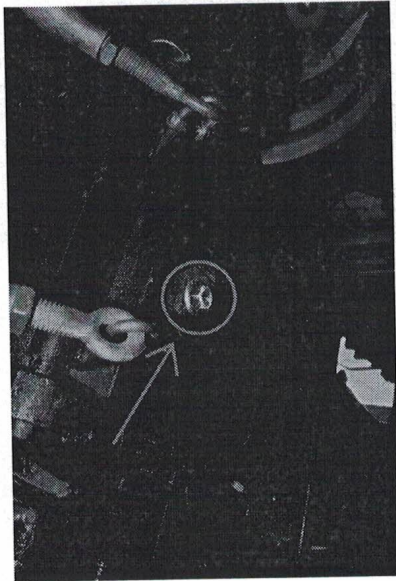

Рис. 3
1. Слить масло через сливную пробку в нижней части редуктора (Рис. 3). Закрутить пробку.